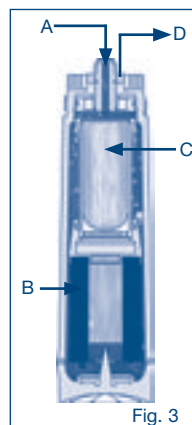

Fig. 3
L'acqua di rubinetto (A) sta entrando la cartuccia filtro (Fig. 3) e l'acqua viene filtrata da un carbonio-blocco (B) attivata. Le particelle, materia organica disciolta, coloranti naturali e sostanze responsabili di cattivo gusto e gli odori per esempio cloro vengono rimossi.